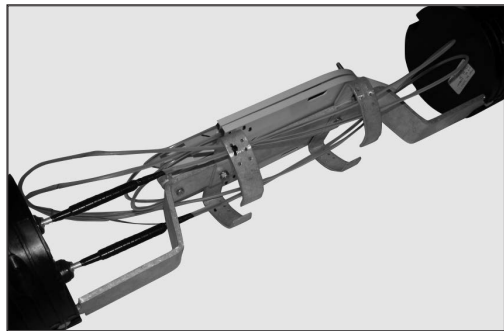

Figura 48
7.1 Prenda o suporte de bandeja nos cabeçotes laterais com os parafusos que acompanham a Caixa (figura 48).